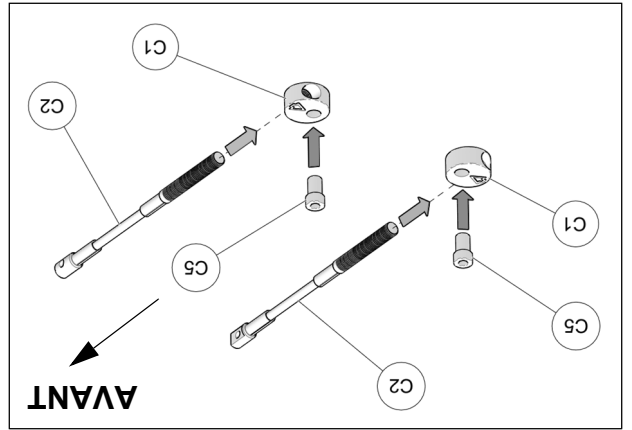

Fig. 21
12. Assembler les câbles des limiteurs de conduite (C2), les disques en aluminium (C1) et les bagues espacateurs (C5) tel que montré à la Fig. 21